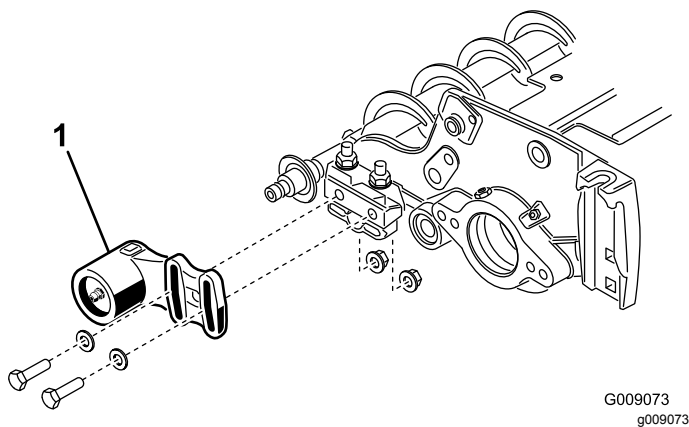
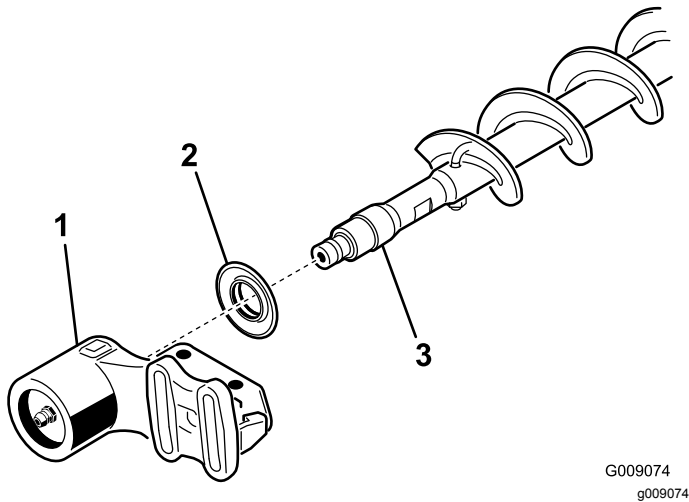

Figura 36
Figura 37
1. Si hay un cepillo del rodillo instalado en la unidad de corte, retire los 2 pernos, arandelas y tuercas que sujetan el alojamiento del cojinete sin motor al soporte de montaje del alojamiento del cojinete (Figura 36 y Figura 37).
2. Retire el alojamiento del cojinete del lado sin transmisión, y el retén, del eje del cepillo (Figura 37).
9. Instale el retén y el alojamiento del cojinete del lado sin transmisión sobre el eje del cepillo (Figura 37).